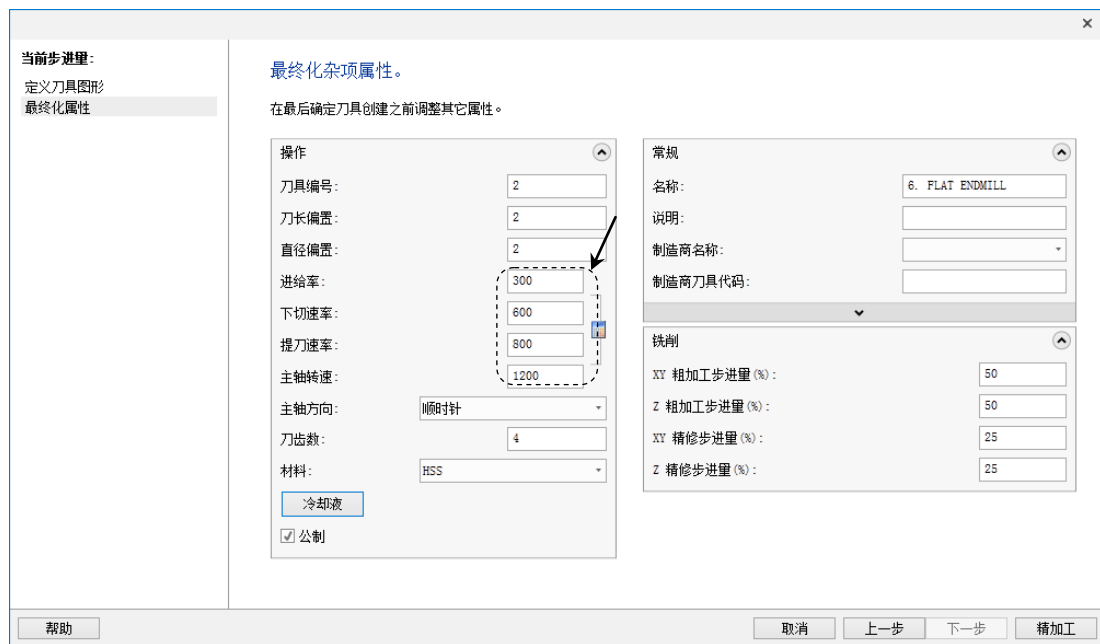

图 6.4.5 设置刀具参数
(1) 在“放射状曲面精车”对话框 **刀具参数** 选项卡的列表框中显示出上一步选择的刀具，双击该刀具，系统弹出“定义刀具”对话框。
(2) 设置刀具号。在 **刀具编号** 文本框中将原有的数值改为 2。
(3) 设置刀具参数。设置图 6.4.5 所示的参数。
(4) 设置冷却方式。单击 **冷却液** 按钮，系统弹出“冷却液”对话框，在 **Flood**（切削液）下拉列表中选择 **On** 选项，单击该对话框中的 **确定** 按钮，关闭“冷却液”对话框。
(5) 单击“定义刀具”对话框中的 **精加工** 按钮，完成刀具的设置。